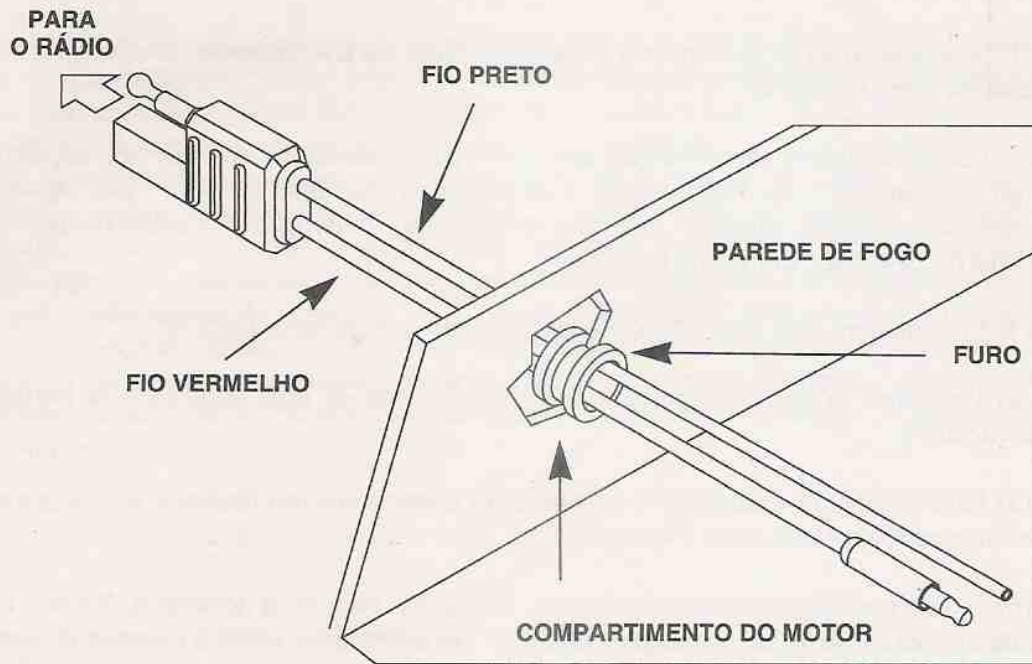
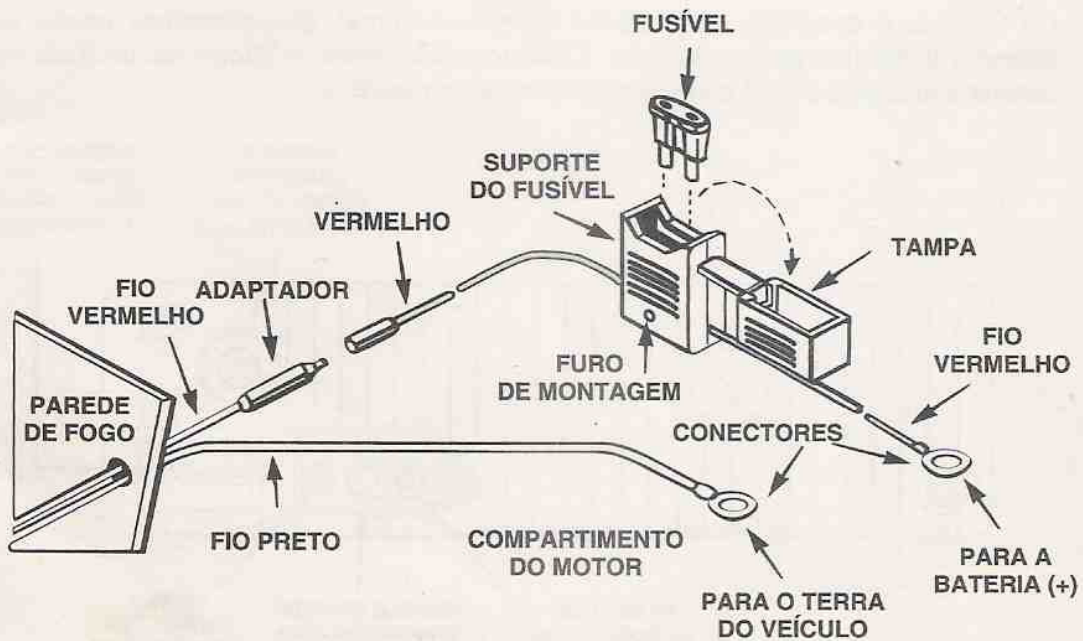

Figura 1. Passagem do cabo de força para o Compartimento do Motor
Figura 2. Montagem do Cabo de Força
- (3) A partir do lado de dentro do veículo, passe o fio vermelho e preto (sem o borne conectado) através do furo para o compartimento do motor. Veja figura 1.
- (4) Localize o ponto mais próximo de terra do chassis e encurte o fio preto para remover o excesso de cabo.
- (5) Instale os terminais (fornecidos) nas pontas desencapadas do cabo preto e do cabo vermelho como mostrado na Figura 2.
- (6) Posicione o suporte do fusível o mais próximo possível da bateria e longe de componentes quentes do motor. Monte o suporte do fusível usando o furo existente no mesmo. Conecte o conector do cabo vermelho do suporte do fusível ao fio vermelho do cabo de força como mostrado na Figura 2.
- (7) Conecte o fio preto do cabo de alimentação diretamente ao terra do chassis do veículo.
- (8) Conecte o fio vermelho do suporte do fusível ao pólo positivo (+) da bateria. Certifique-se que o adaptador está conectado ao fio vermelho do cabo de alimentação.
- (9) Instale o fusível como mostrado na Figura 2.